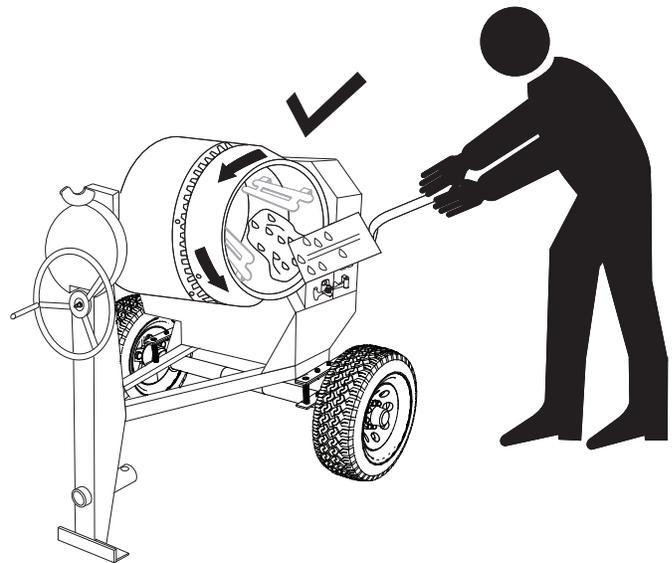

Figura 15. Llenado del tambor de mezcla
2. A medida que gira el tambor, use una pala (Figura 15) para colocar la mezcla de cemento dentro del tambor, añada agua según sea necesario. Tenga cuidado de colocar solo la punta de la pala dentro del tambor.